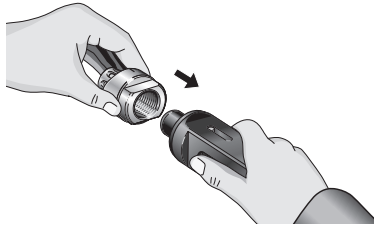

Figure 8 – Montage du raccord sur la tête d'évasement
3. Engagez l'extrémité filetée du raccord sur la tête d'évasement (Figure 8).